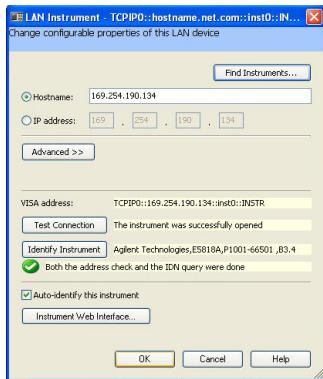

図9 選択した機器の設定プロパティ
- 5 正しい機器が発見され、選択されたことを確認したら、OKをクリックします。図9に示すように、*LAN Instrument*設定ダイアログ・ボックスに、選択した機器の情報が表示されます。